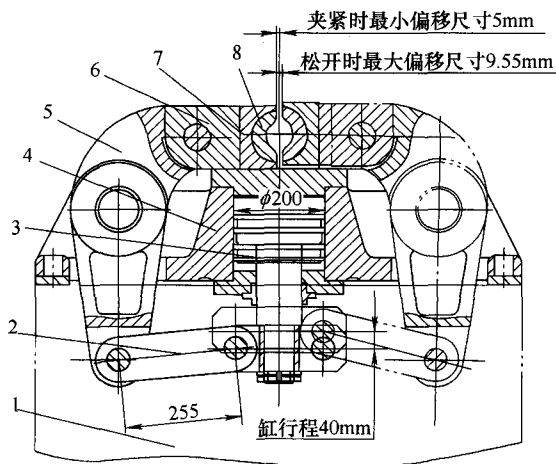

图1 夹持机构装配图
(1) 夹持机构结构分析 图1为夹持机构装配图。该夹持机构主要由夹具体、活塞、连杆、杠杆、连接夹块、夹块、夹块衬模及箱座等组成。夹具体通过螺栓固定在箱座上,夹具体同时作为液压缸筒,两侧留有方孔作为杠杆摆动的活动空间,杠